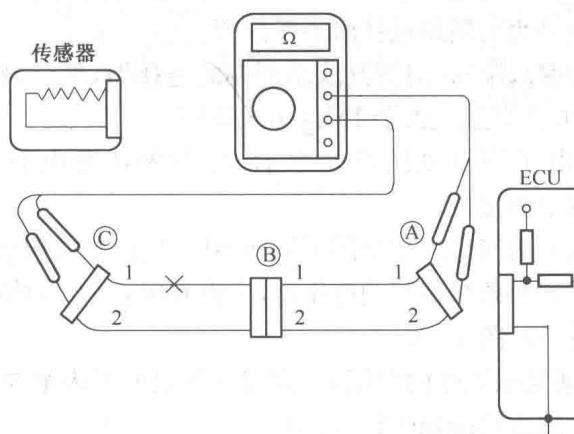

图 1-8 检查配线是否导通
如图 1-8 所示, 脱开连接器④和⑥, 测量它们之间的电阻值。若连接器④端子 1 与连接器⑥端子 1 之间的电阻值为 ∞ , 则它们之间不导通(断路); 若连接器④端子 2 与连接器⑥端子 2 之间的电阻值为 0Ω , 则它们之间导通(无断路)。